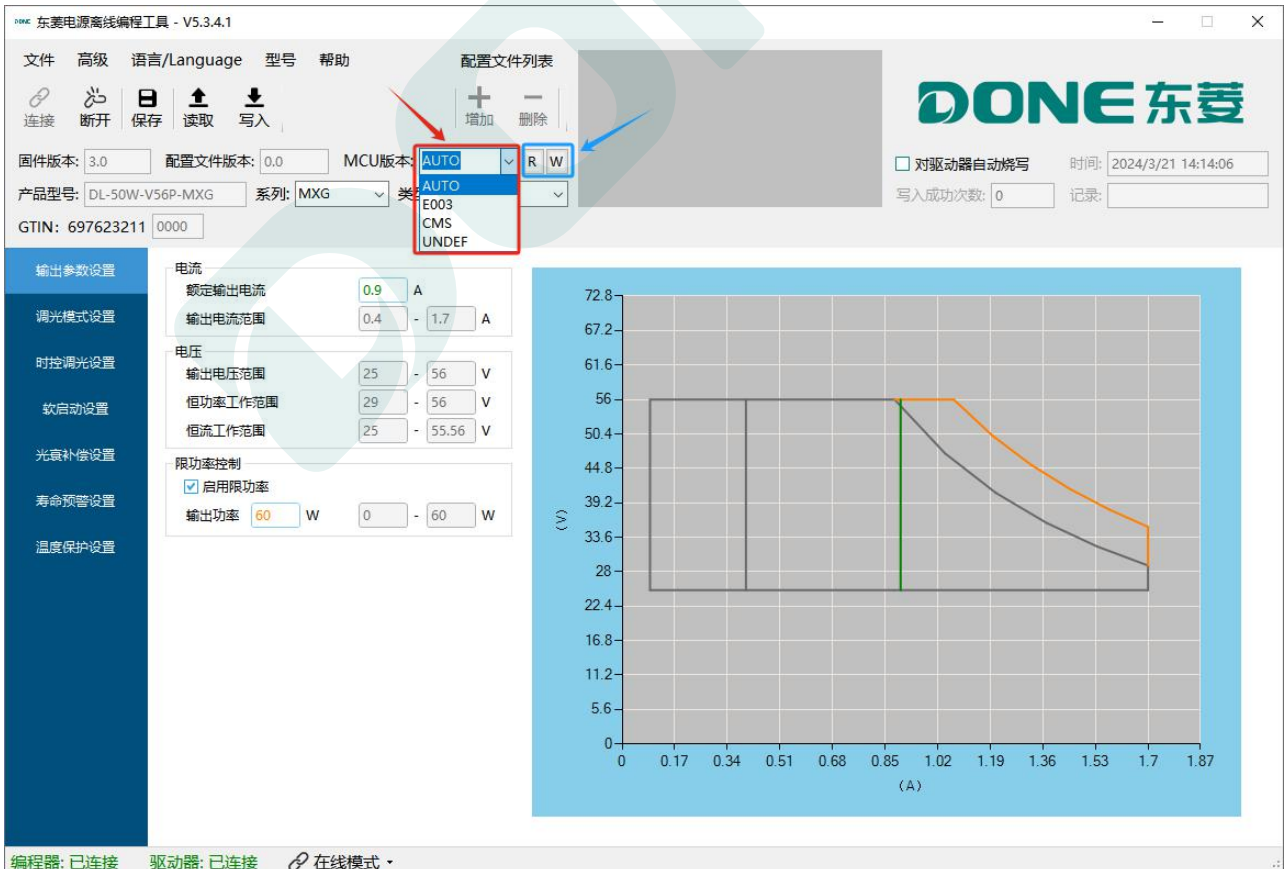

图 5.1.6 编程器适配 MCU 版本选择
3. 编程器适配的单片机型号有两种：一种是新唐，另一种是中微。编程器适配单片机的模式目前有四种，第一种：AUTO 自动模式，第二种：E003 新唐模式，第三种：CMS 中微模式，第四种：暂未定义。写入为按键“W”，读取为按键“R”，该写入和读取的内容是编程器对单片机的适配状态。可以根据产品需求对编程器写入和读取相应的适配模式，一般情况下默认为 AUTO 模式（在该模式下，编程器与单片机的初次连接需要等待几秒，来进行扫描与响应）。如图5.1.6所示。